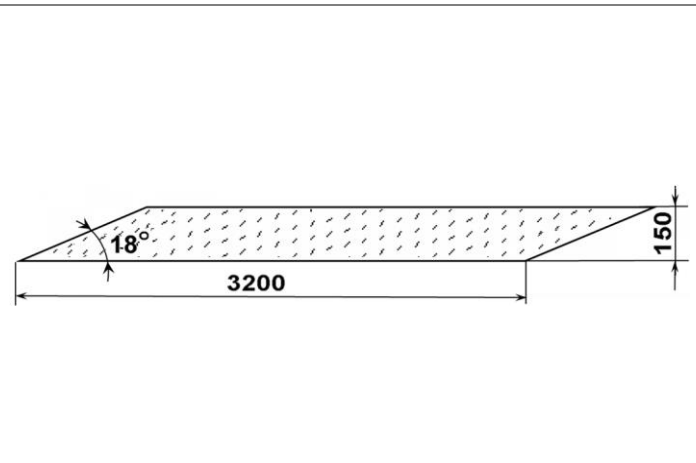

Рис. 12
10.3.4. Для установки шлифовальной ленты (34) рекомендуем использовать готовые (раскроенные) шлифовальные ленты разной зернистости (см. п.12). Для самостоятельного изготовления шлифовальной ленты из рулонного материала необходимой зернистости необходимо вырезать ленту по образцу, снятому со станка или по раскрою, Рис.12. Для удобства дальнейшего раскроя по образцу необходимо изготовить шаблон из плотного материала (например, из фанеры).